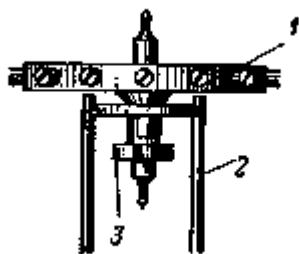

Рис. 108. Приспособление для закрепления шеллаком двойного ролика и эллипса: 1 — баланс; 2 — щипцы; 3 — двойной ролик
**Эллипс.** Качающийся или криво посаженный эллипс необходимо выровнять и закрепить шеллаком. Для этой операции необходимо нагреть щипцы, сделанные из проволоки красной меди. При большой опытности эту операцию можно проводить, не снимая спирали и моста (рис. 108).